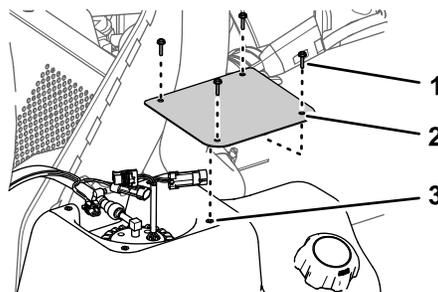

图 89
1. 使用 拆下燃油泵盖。(页码 52)的步骤 2 中卸下的 4 个螺丝#10 x 3/4 英寸将护罩装回油箱图 89。